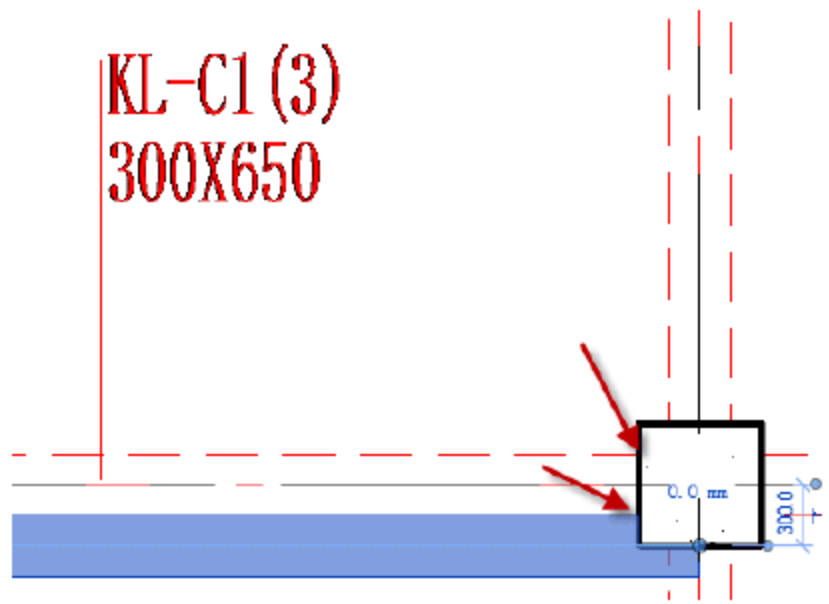

图 4.2.7 调整矩形梁的位置
(7) 调整矩形梁 KL-C1 的位置，选中矩形梁 KL-C1，按快捷键 M+V，移动矩形梁的位置，使其与梁线对齐，如图 4.2.7 所示。